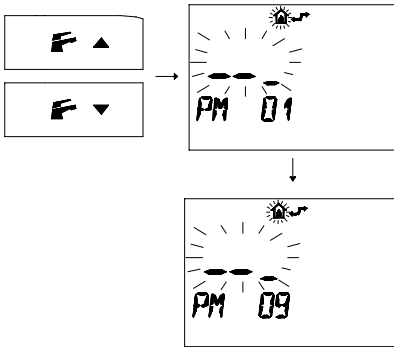

Figura 9.20
- Premere i pulsanti o per visualizzare la programmazione "PM09" modo spazzacamino (Figura 9.20)